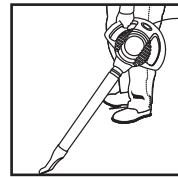

FIGURE 17
31. La bonne position de travail consiste à tenir le souffleur portable d'une main, le bras détendu, à votre côté. Le souffleur portable comporte un angle adéquat qui permet de diriger le jet d'air vers le sol, devant vous. FIGURE 17.